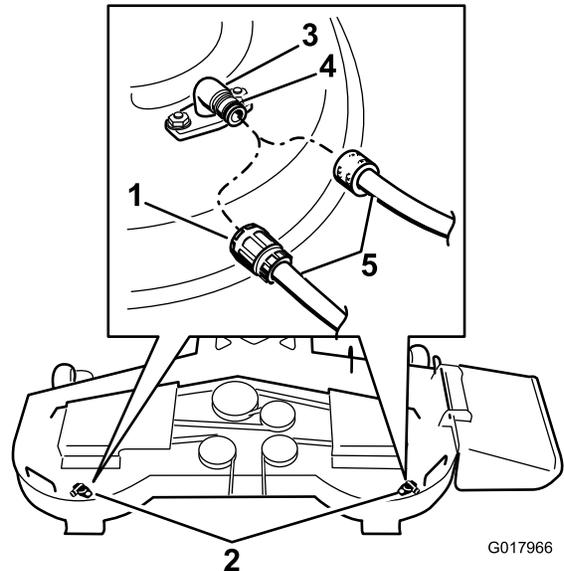

Figure 71
3. Branchez le raccord du tuyau d'arrosage à au raccord de lavage de la tondeuse et ouvrez l'eau en grand (Figure 71).